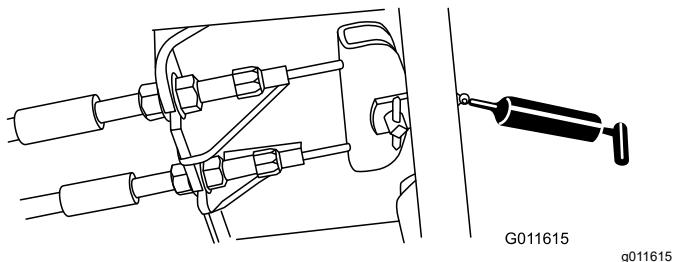

Figura 36
- Pedal de freno (1): Figura 36